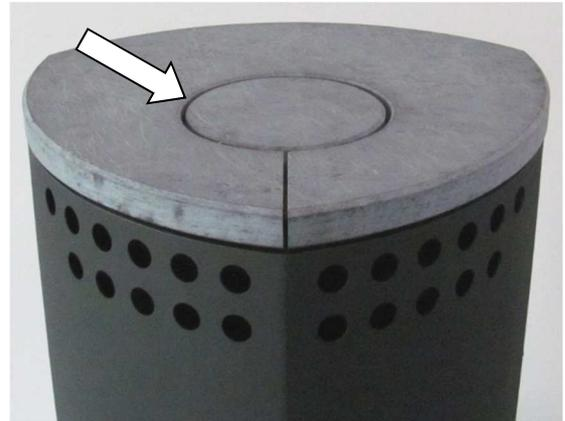

Abb. 8: Speckstein-Dekorplatte
- Den mitgelieferten Stahldekordeckel auflegen und danach als Abschluss die Speckstein-Dekorplatte auflegen (Abb. 8).